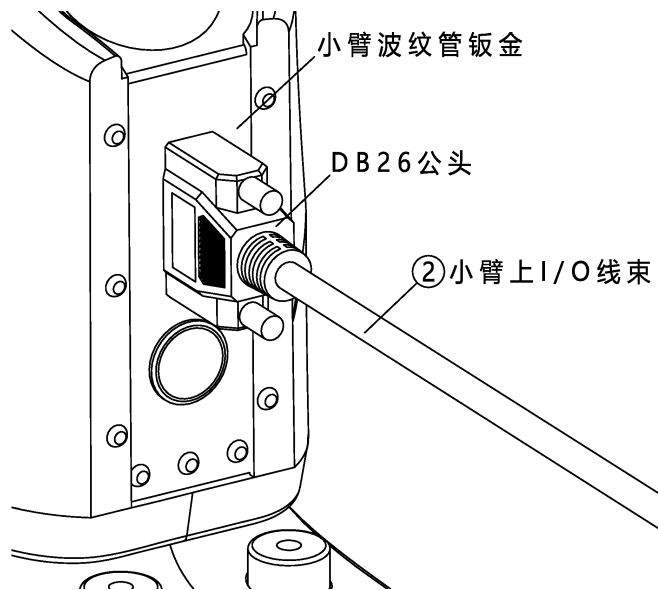

图 5-2 小臂上 I/O 线束连接示意图
步骤2. 将②小臂上 I/O 线束带有 DB26 公头的一端接在小臂波纹管钣金上的 DB 接口上，另一侧的散线端接在客户自己的末端执行器上（参考图 5-2）。